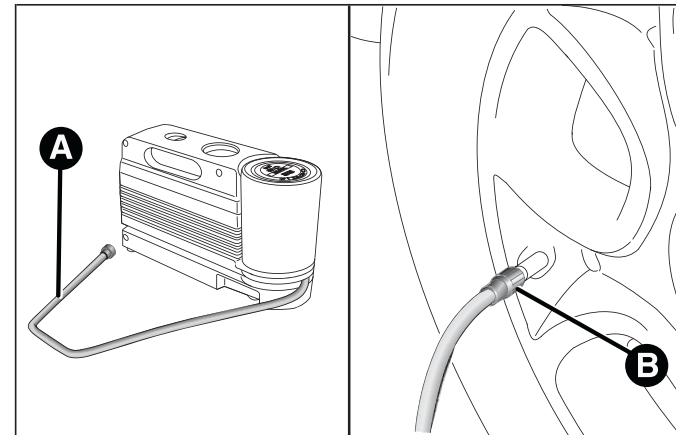

fig. 120
- Azionare il freno a mano.** Svitare il cappuccio dalla valvola dello pneumatico, estrarre il tubo flessibile di riempimento A fig. 120 ed avvitare la ghiera B sulla valvola dello pneumatico;